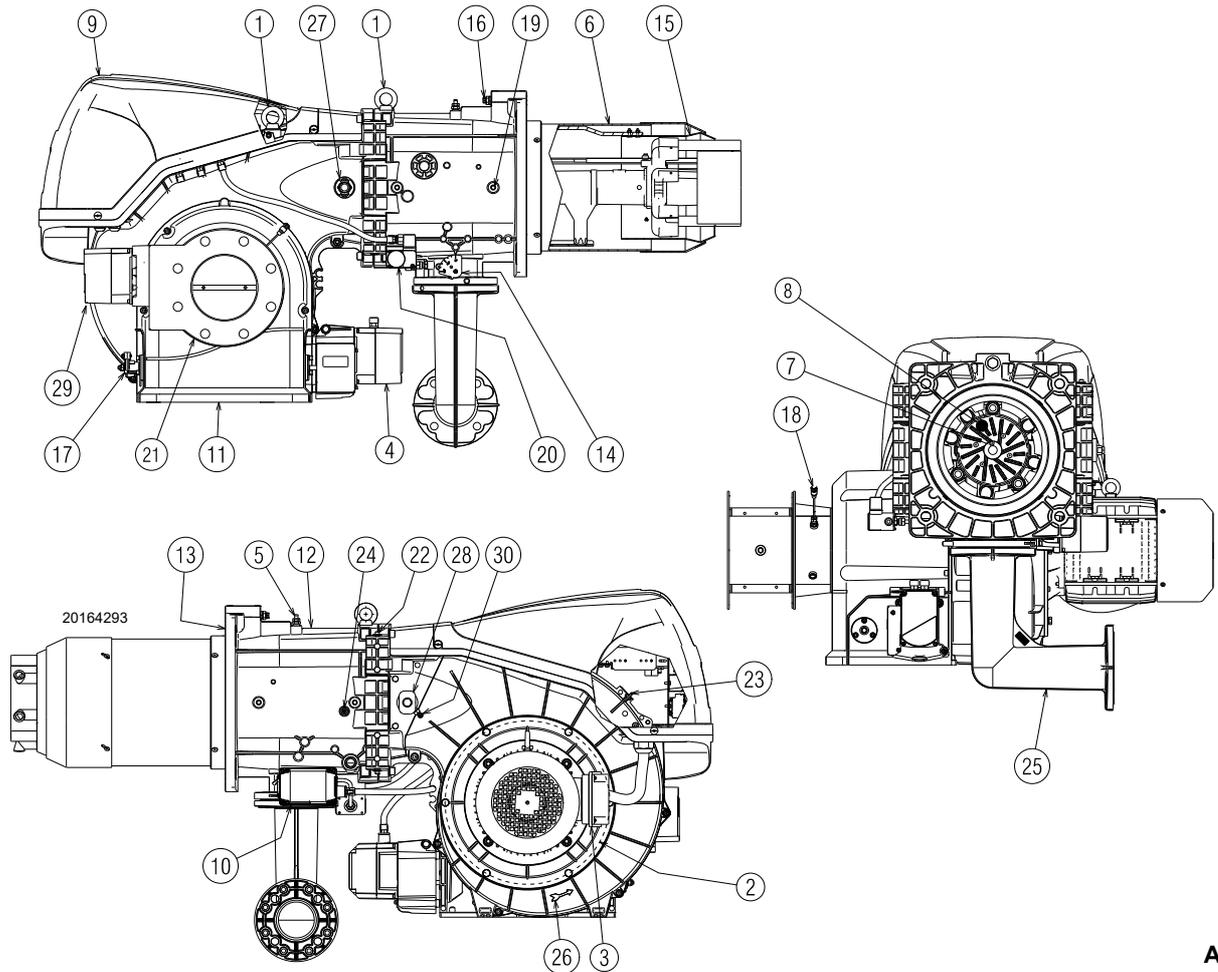

Abb. 5
- (1) Bezugsbedingungen: Raumtemperatur 20 °C - Gastemperatur 15 °C - Barometrischer Druck 1013 mbar - Höhe 0 m ü.d.M.
(2) Druck am Anschluss 5)(Abb. 5 auf Seite 13) bei Druck Null in Brennkammer und bei maximaler Brennerleistung.
(3) Schalldruck, im Verbrennungslabor des Herstellers bei laufendem Brenner am Prüfkessel, bei maximaler Leistung gemessen. Die Schallleistung wird mit der von der Norm EN 15036 vorgesehenen „Free Field“-Methode mit der Messgenauigkeit „Accuracy: Category 3“ gemessen, wie von der Norm EN ISO 3746 vorgeschrieben.